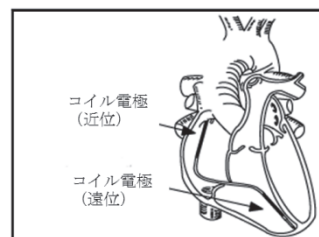

図5: 推奨されるコイル電極の位置
- (1) スクリューが格納されていることを確認する。
- (2) リードの位置決めをしている間、チップの剛性を最小にするため、スタイレットをリードの先端部から部分的に抜いておく。
- (3) リードのチップ部が右心室心尖部の健全な心筋に達するまでエックス線透視下でリードを進める。
- (4) 遠位コイル電極が右心室の三尖弁より下方に、近位コイル電極は上大静脈の右心房上方に位置していることをエックス線透視下で確認する(図5)。